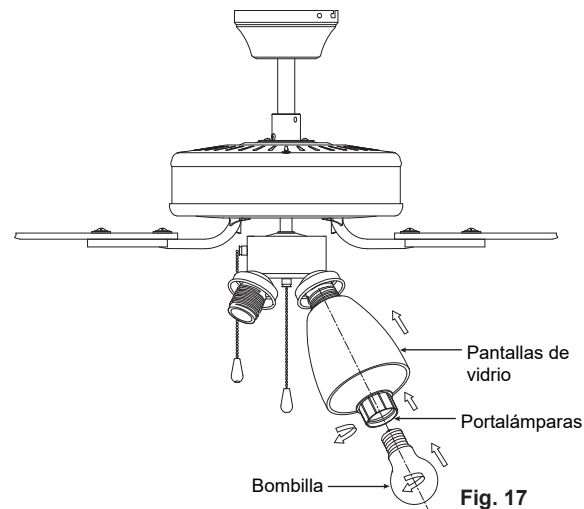

Fig. 17
Paso 2. Instale las pantallas de vidrio en el artefacto de iluminación desenroscando parcialmente los tornillos de pulgar de los soportes de los vidrios, inserte el vidrio y luego ajuste suavemente los tornillos de pulgar con la mano, de manera uniforme, en el vidrio. NO AJUSTE DEMASIADO (Fig. 17).
Paso 3. Instale las bombillas LED E26 4x9W (incluidas) (Fig. 17).